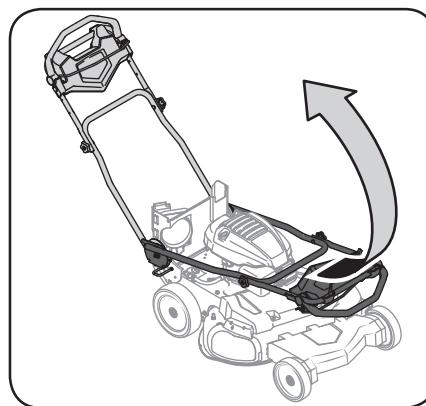

Figura 2-2
3. Gire la manija a la posición de funcionamiento. Tenga cuidado de no prensar los cables. Vea la Figura 2-2.
- Colector de césped (1)
- Llave de arranque eléctrico† (1)
- Manual del Operador de la cortadora de césped (1)
- Manual del Operador del Motor (1)
- Tolva para recorte de césped (1)
- Perilla de aletas (1)
- Guía de inicio rápidot (1)
- Aceite (1)